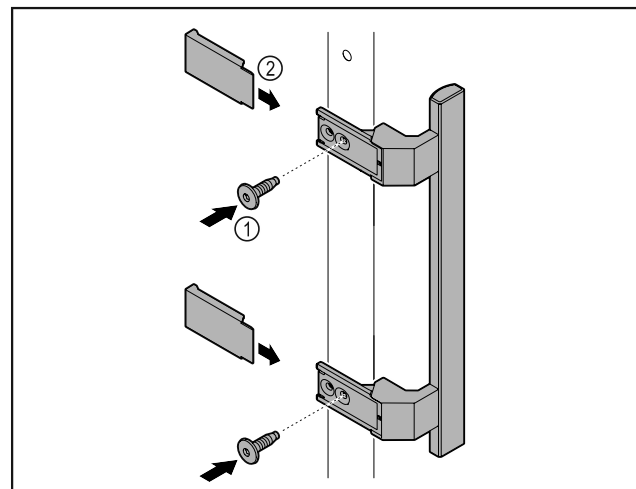

Fig. 6
- ▶ Fixer la poignée à la porte à l'aide des vis Fig. 6 (1) fournies.
- ▶ Mettre les caches Fig. 6 (2) en place.